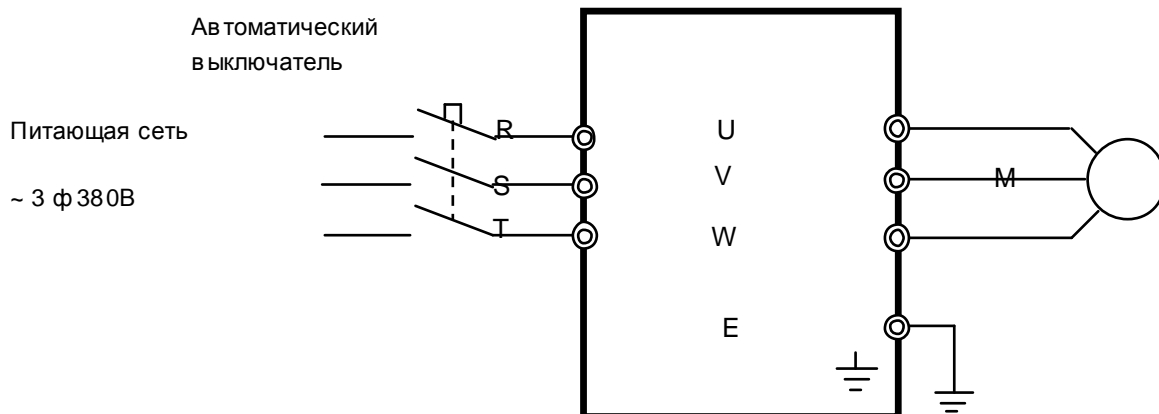

Рис. 8.2. Схема подключения силовых цепей ПЧ EI-7011
8.2.1. Подключить проверяемый ПЧ по схеме, приведенной на рис. 8.2.